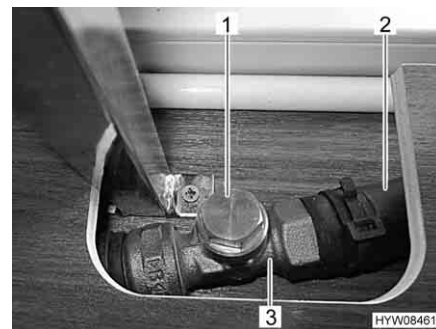

Fig. 71 Valvola aperta
- Afferrare la tubatura di bypass (Fig. 71,2) dietro la valvola (Fig. 71,3). Il tubo flessibile deve essere tiepido.
- Se il tubo flessibile non è tiepido, controllare la regolazione della valvola. Se la valvola è chiusa, ruotare il coperchio della valvola (Fig. 71,1) in senso antiorario.